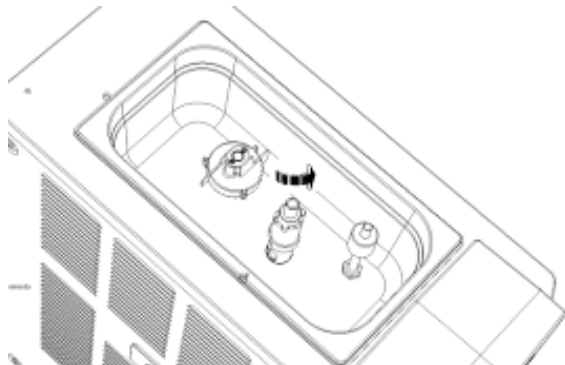

Fig. 32
- Sollevando e ruotando la parte superiore del tubo in senso antiorario (Fig. 32) e posizionando il perno sulle tacche che diventano sempre più alte, aumenterà la quantità di prodotto alimentare che può entrare nella camera di congelamento con conseguente modifica della consistenza e del volume dello stesso.